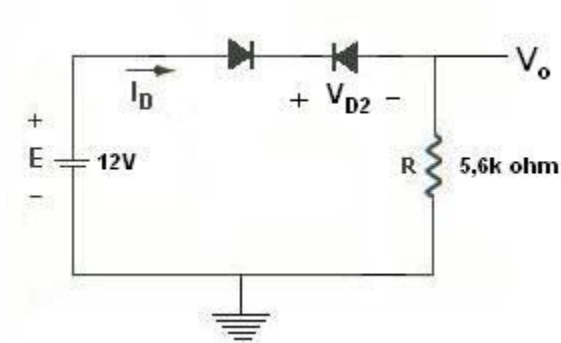

Figura 3.10 – Circuito proposto 2.
2. Determine  $V_o$ ,  $V_{D2}$ ,  $P_{D1}$ ,  $P_{D2}$  e  $I_D$  do circuito da Figura 3.10. Considere as tensões dos diodos  $V_D = 0,7V$ .